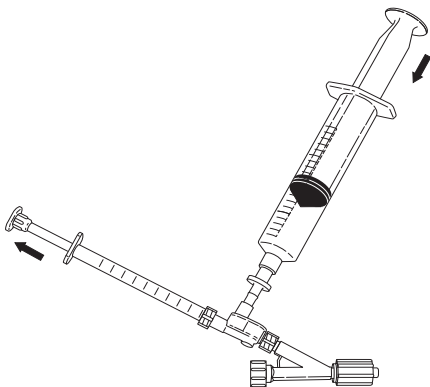

Fig. 4
6. Sæt 1 ml sprøjten på injektionsporten og aspirér 0,5 ml opløsning. Tag 1 ml sprøjten af og tøm alle luftbobler fra sprøjten. Lad en opløsningsoverfladebue blive siddende på injektionsporten, inden 1 ml sprøjten sættes på igen ved at trykke let på 20 ml sprøjten for at prime injektionsporten. Sæt 1 ml sprøjten på injektionsporten igen. (Fig. 4)